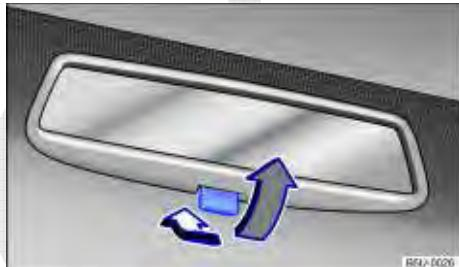

Fig. 73 No para-brisa: espelho retrovisor interno com antifuscante manual.
- Posição noite: puxar a alavanca ⇒ Fig. 73 (seta cinza), para evitar o ofuscamento dos faróis dos veículos que trafegam atrás.